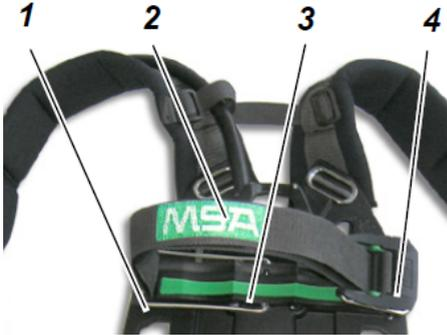
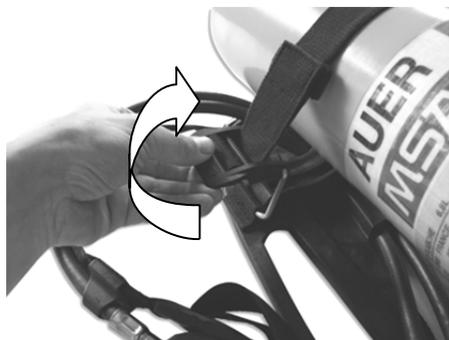
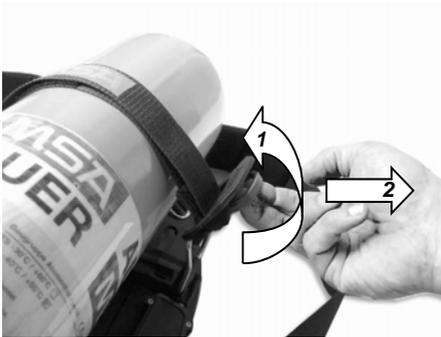

Fig. 17 *Equipo de protección respiratoria de aire comprimido - detalles*
Fig. 18 Abrir la hebilla de sujeción de las botellas
Fig. 19 Reajustar la longitud de la cinta en la hebilla
- (1) Colocar horizontalmente el equipo de protección respiratoria de aire comprimido, de forma que la cara posterior quede hacia arriba (→ Fig. 17).
- (2) Poner el separador de botellas (1) en posición horizontal opuesta a la hebilla de sujeción de las botellas (4) hasta quedar enganchado.
- (3) Comprobar que la junta de la toma de alta presión del reductor de presión está en perfectas condiciones.
- (4) Abrir la hebilla de sujeción de las botellas de la cinta de retención de las botellas para eliminar la tensión extendiendo por completo la cinta tirando de la pequeña barra de la hebilla (→ Fig. 18).
- (9) Comprobar que la botella de aire comprimido está bien sujeta, volver a fijarla en caso necesario.
- (10) Girar con cuidado la hebilla de sujeción de las botellas (4) por completo hacia abajo más allá del centro hasta que enganche.
- (11) Si el empuje/tensión son demasiado altos al girar la hebilla de sujeción de las botellas, reajustar la longitud de la cinta en la hebilla de sujeción de las botellas. Si la tensión de la cinta es demasiado baja, reajustar la longitud de la cinta en la hebilla de sujeción de las botellas (→ Fig. 19).
- (1) En caso necesario, enroscar el adaptador de botella *alphaCLICK 2* al grifo de la botella con un par de apriete específico de 20-30 Nm (→ Sección 5).
- (2) Situar el equipo de protección respiratoria de aire comprimido en posición horizontal, de forma que la cara posterior quede hacia arriba (→ Fig. 17).
- (3) Poner el separador de botellas (1) en posición horizontal opuesta a la hebilla de sujeción de las botellas (4) hasta quedar enganchado.
- (5) Introducir la botella de aire comprimido a través de la cinta de retención de las botellas (2) con el grifo de la botella mirando hacia el reductor de presión, de forma que la botella quede sobre el soporte central (3).
- (6) Alinear la botella de aire comprimido con el *alphaCLICK 2* axialmente al acoplamiento y ajustar el acoplamiento *alphaCLICK 2*.
- (9) Comprobar que la botella de aire comprimido esté bien sujeta, volver a fijarla en caso necesario.
- (12) Sujetar el extremo de la cinta de retención de las botellas con la tira de Velcro.
- (13) Abrir brevemente el grifo de la botella y comprobar que no haya escapes de aire; volver a reajustarlo en caso necesario.
- (2) Poner el separador de botellas (1) en posición vertical hasta quedar enganchado.
- (3) Si no existe una pieza en T conectada al reductor de presión (12), inspeccionar las juntas del reductor de presión y de la pieza en T y enroscar ligeramente la pieza en T.
- (4) Abrir la hebilla de sujeción de las botellas de la cinta de retención de las botellas para eliminar la tensión extendiendo por completo la cinta tirando de la pequeña barra de la hebilla de sujeción de las botellas (→ Fig. 19).
- (5) Introducir una botella de aire comprimido a través de la cinta de retención de las botellas de forma que el grifo de la botella apunte hacia la pieza en T y se apoye sobre uno de los soportes exteriores.
- (6) Enroscar ligeramente el grifo de la botella sobre la pieza en T.
- (7) Introducir una segunda botella de aire comprimido a través de la cinta de retención de las botellas de forma que el grifo de la botella apunte hacia la pieza en T y se apoye sobre el soporte exterior.
- (8) Enroscar ligeramente el grifo de la segunda botella sobre la pieza en T.
- (12) Girar hacia abajo la hebilla de sujeción de las botellas hasta que enganche.
- (13) Si el empuje/tensión son demasiado altos al girar la hebilla de sujeción de las botellas, reajustar la longitud de la cinta en la hebilla de sujeción de las botellas. Si la tensión de la cinta es demasiado baja, reajustar la longitud de la cinta en la hebilla de sujeción de las botellas (→ Fig. 19).